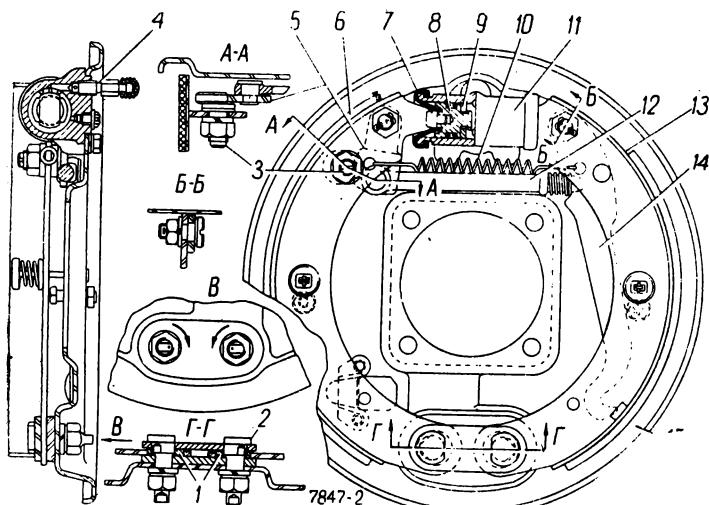

Рис. 45. Задний тормозной механизм:
Задний тормозной механизм (рис. 45) барабанного типа имеет один колесный цилиндр \varnothing 25 мм двухстороннего действия, кото-
1. Убедитесь в правильности регулировки приводного рычага 14 (см. рис. 45) в заднем тормозном механизме. Для этого: